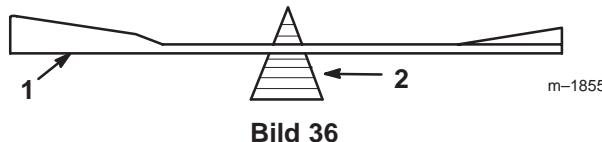
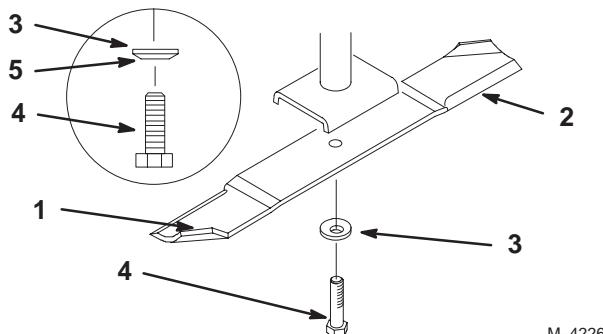

Bild 36
Bild 37
- Halten Sie das Ende des Messers mit einem stark wattierten Handschuh oder wickeln Sie einen Lappen um es herum. Entfernen Sie die Messerschraube, Federscheibe und das Messer von der Spindelwelle (Bild 37).
- Überprüfen Sie die Auswuchtung des Schnittmessers auf einer Ausgleichsmaschine (Bild 36). Wenn das Schnittmesser in seiner horizontalen Position bleibt, ist es ausgewuchtet und kann wiederverwendet werden. Feilen Sie, wenn das Schnittmesser nicht ausgewuchtet ist, vom Flügelbereich des Messers etwas Metall ab (Bild 37). Wiederholen Sie diesen Vorgang, bis das Messer ausgewuchtet ist.
- Bringen Sie das Messer auf der Spindelwelle an (Bild 37).
- Setzen Sie die Federscheibe und die Messerschraube ein (Bild 37). **Ziehen Sie die Messerschraube mit 115 bis 150 Nm an.**